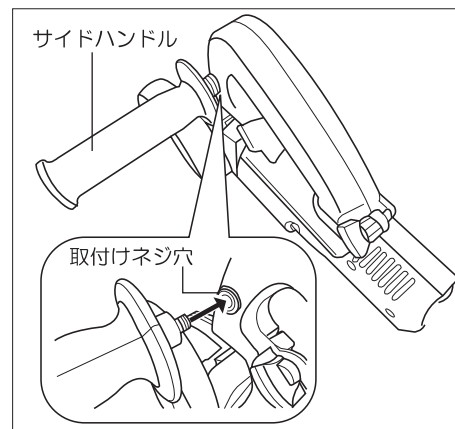

図6
- ①ディスクハンドルのハンドル先端部にあるサイドハンドル取付けネジ穴に確実にねじ込んで締付けて下さい。(図6参照)
- ㊦サイドハンドルは、図6で示すディスクハンドに取り付けて使用することもできます。